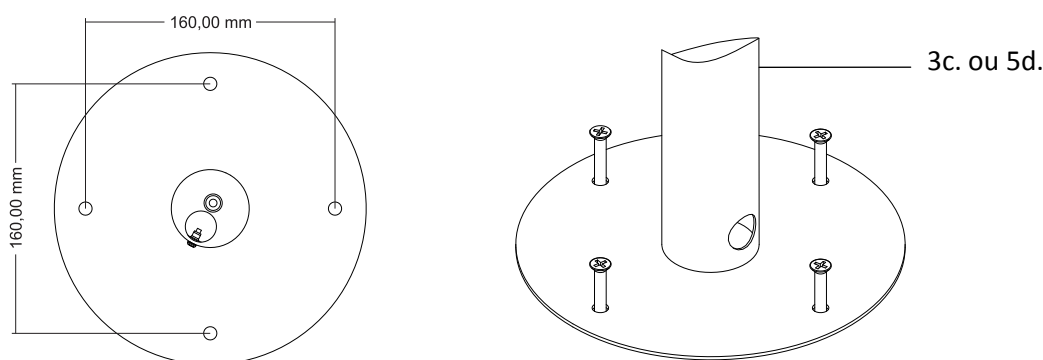

Figura 12: Fixação da base dos pedestais.
Passo 2: Fazer marcações para 4 furos Ø8mm que devem seguir as medidas da Figura 12.